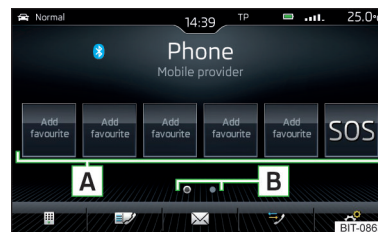

Abb. 194
- ▶ Im Hauptmenü *Telefon* die gewünschte freie Funktionsfläche **A** » **Abb. 194 antippen.**
- ▶ Zum **Wechsel der Speichergruppe** die Funktionsfläche **B** » **Abb. 194** antippen.
- ▶ Zur **Wahl** die belegte Funktionsfläche **A** » **Abb. 194** antippen.
- ▶ Im Hauptmenü *Telefon* die gewünschte belegte Funktionsfläche **A** » **Abb. 194** halten.